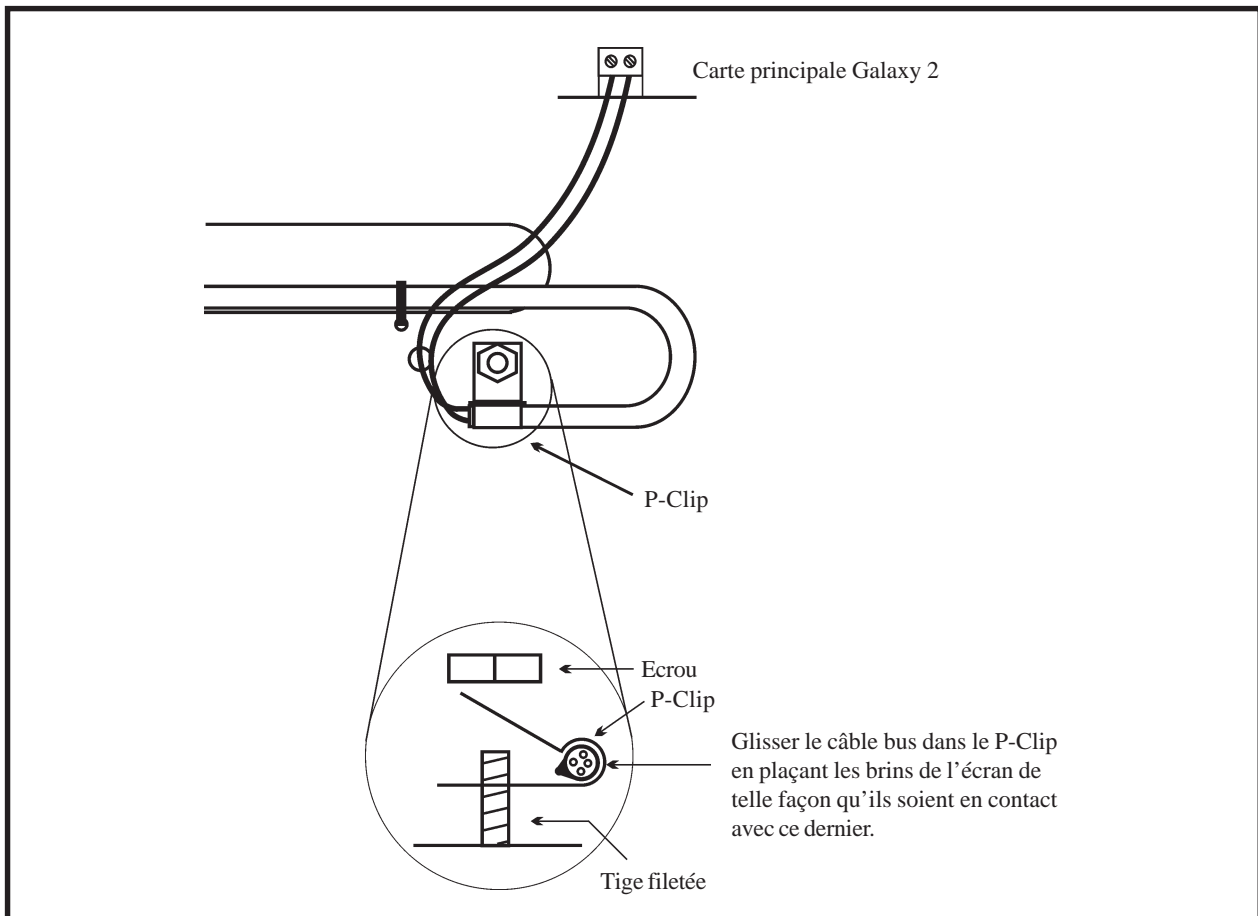

Figure 21. Bus ECP. Configuration en étoile.
3. L'écran du câble doit être raccordé au châssis de la centrale en utilisant la colonnette filetée comme point de fixation (à proximité des fenêtres de passage des câbles) et les adaptateurs « **P-Clip** », conformément à la figure 21 ci-après.